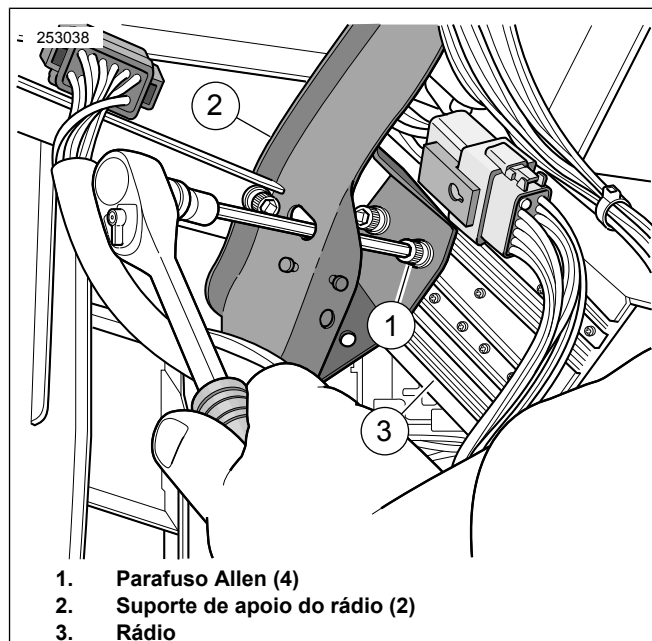

Figura 2. Instalação do rádio AM/FM; Na figura, vemos o lado direito (lado do freio)
3. Veja a figura 2. Remova os quatro parafusos Allen (1) para soltar o rádio dos suportes de apoio (2) esquerdo e direito. Use os furos oblongo dos suportes para acessar os parafusos e segure o rádio ao removê-los.